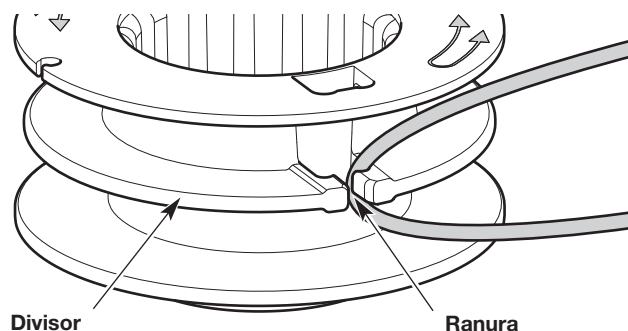

Fig. 21
3. Inserte el lazo en la ranura del divisor (Fig. 21). Enrolle la línea de corte firmemente en la dirección que aparece en el carrete interior (Fig. 21). Mantenga la mitad superior del hilo por encima del divisor y la mitad inferior del hilo por debajo del divisor. Enrolle el hilo de recorte hasta que queden aproximadamente 6 pulgadas (150 mm) en cada extremo.